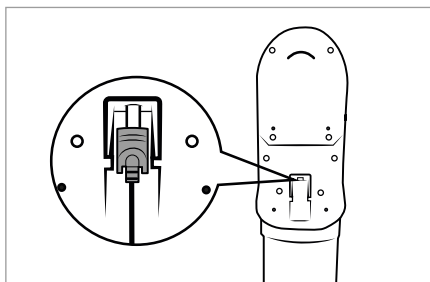

Fig. 8
- L'aspirapolvere può anche essere caricato direttamente tramite l'alimentatore 10. A tale scopo girare leggermente lo spinotto cavo 11 per rimuoverlo dal supporto a parete 18 e inserirlo nella presa di carica 3 dell'apparecchio (vedere fig. 8).